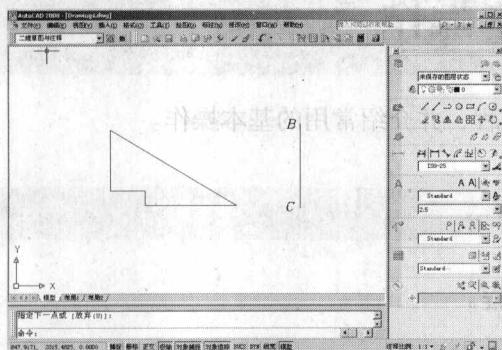

图 1-3 画线段 BC
(5) 按 Enter 键重复画线命令, 画线段 BC, 如图 1-3 所示。
(6) 单击程序窗口上部的 \square 按钮, 线段 BC 消失, 再单击该按钮, 连续折线也消失。单击 \checkmark 按钮, 连续折线又显示出来, 继续单击该按钮, 线段 BC 也显示出来。
(7) 输入画圆命令全称 CIRCLE 或简称 C, AutoCAD 提示: